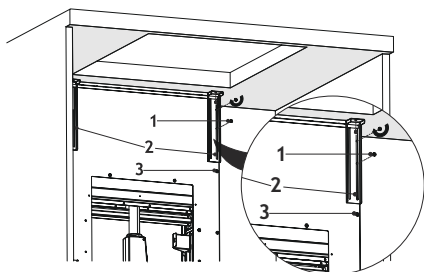

Fig. 13
6. ➡ Montér nu emhætten fast vha. de 2 x korte monteringsbeslag op i bordet. (Fig. 13)